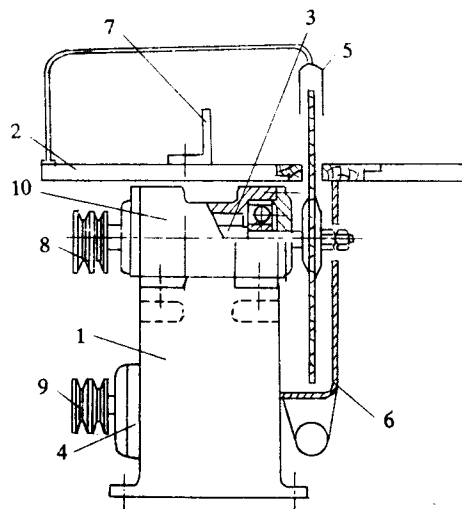
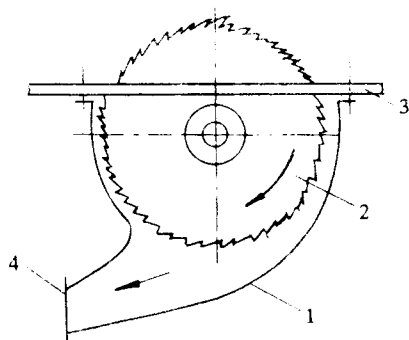

图 1-10 普通圆锯机
图 1-11 排屑罩
(1)普通圆锯机。普通圆锯机的构造与传动原理,见图 1-10。这种圆锯机主要用于木材的纵向锯割。它由机身、工作台、锯轴、驱动电机、防护罩、排屑罩、导向板、轴承座及上、下皮带轮等组成。锯片的转动是由电动机通过三角皮带轮直接驱动锯轴来实现的。电动机通过支架安装在机身上,皮带的松紧度可以调节。排屑罩固定在工作台下部,把下半锯片全部罩住,见图 1-11。